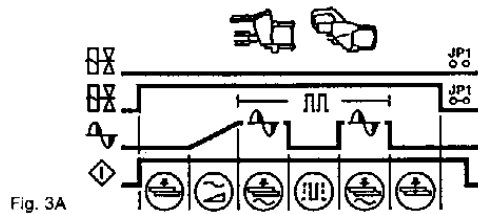

Fig. 3A
- För den handmanövrerade eller den luftmanövrerade svetsstången ställs svetsparametrarna in enligt schemat i fig. 3A.